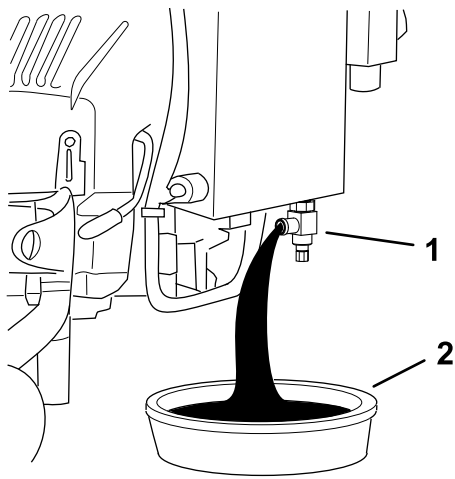

Figura 40
6. Coloque un recipiente de vaciado debajo de la válvula de vaciado (**Figura 40**).